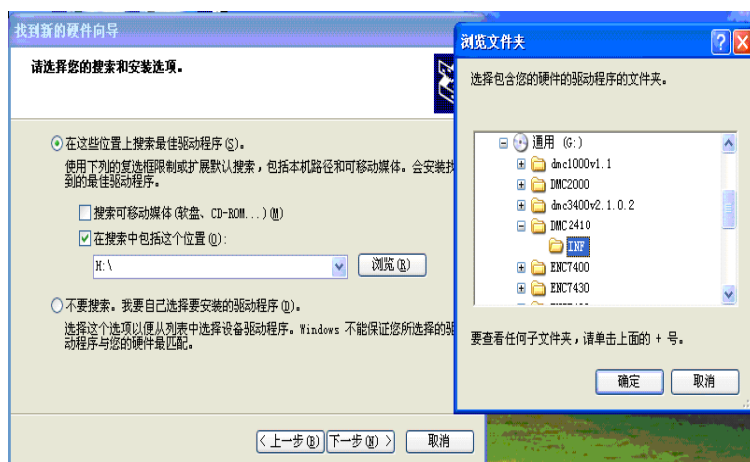

图 5-2 浏览并选择安装文件夹 INF
- 5) 在图 5-2 所示的向导中，点选“在这些位置中搜索最佳驱动程序”并勾选上“在搜索中包括这个位置”，点击“浏览”；